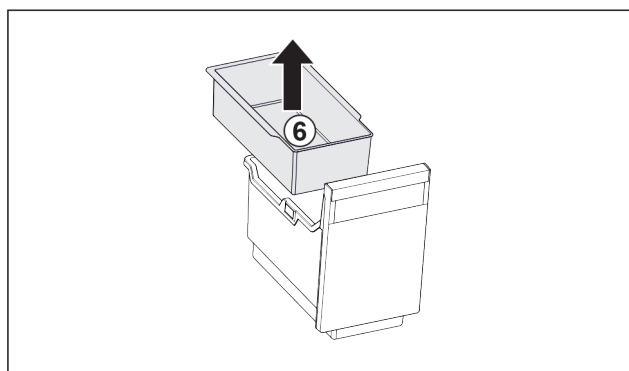

Fig. 125
- Einhängeschale Fig. 125 (6) entnehmen.